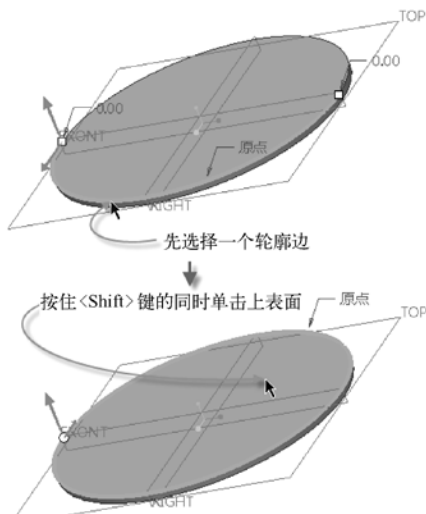

图 10-20 定义原点轨迹
③ 在“扫描”选项卡中单击“实体”按钮，接着单击“创建薄板特征”按钮，并输入薄板的厚度值为“3”。
④ 在“扫描”选项卡中单击“允许截面根据参数化参考或沿扫描的关系进行变化”按钮。
⑤ 选择原始模型上表面的一个轮廓边，接着按住〈Shift〉键并单击上表面，从而选中整个上表面的轮廓边，如图 10-20 所示。此时，若打开“扫描”选项卡的“参考”面板，则可以看到默认的“截平面控制”选项为“垂直于轨迹”，“水平/竖直控制”选项为“垂直于曲面”。